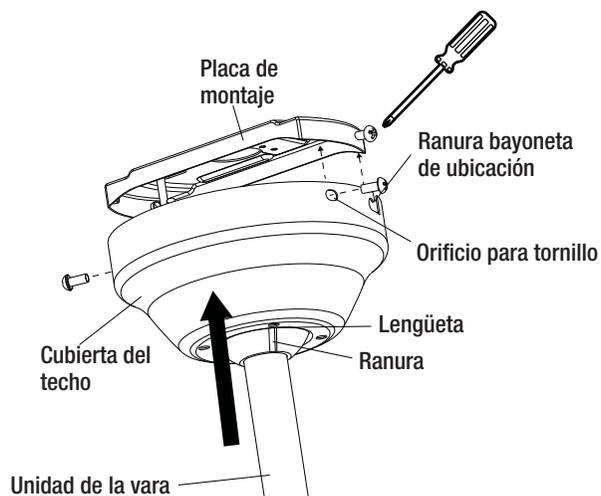

Figura 11
- Una vez realizadas las conexiones eléctricas, quite el ventilador del gancho. Deslice la cubierta del techo hacia arriba de la vara, asegurándose de que la ranura de la junta de rótula se enganche con la lengüeta de orificio de entrada de la cubierta del techo. Deslice las ranuras bayoneta en la cubierta del techo, sobre los tornillos en cada extremo de la placa de montaje y asegúrelas con los cuatro tornillos incluidos (Figura 11).